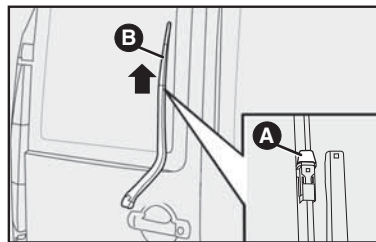

fig. 24
3) Para substituir apenas a palheta, pressionar a trava **A-fig. 24** e puxar a palheta **B-fig. 24** no sentido da seta.